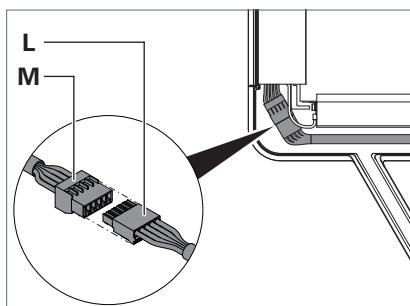

Fig. 7 : Brancher la tête du luminaire, partie 3.
- ▶ Branchez le connecteur femelle **L** avec le connecteur mâle **M** dans la tête du luminaire, voir Fig. 7.